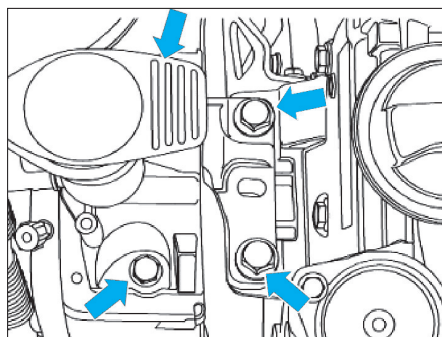

Fig. 5
- Déposer l'ensemble du support moteur droit, après avoir repéré la position de ses vis de fixation (Fig.5).